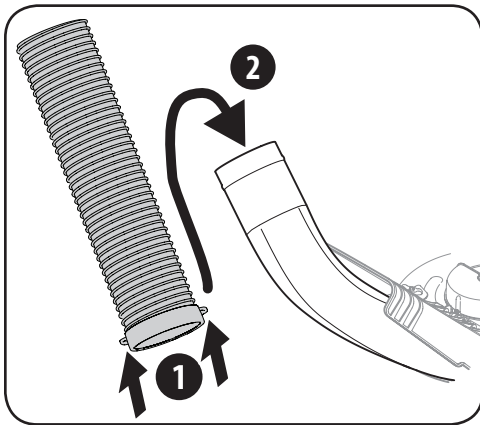

Figura 4-23
1. Enrosque el extremo superior del tubo del canal firmemente en el soporte del canal superior. Hay dos lengüetas en la parte interna inferior del soporte del canal superior para permitir que se enrosque firmemente. Consulte la Figura 4-23.